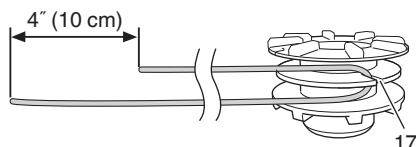

Fig. 22
- (2) Après avoir retiré le boîtier, extrayez la bobine et jetez le fil restant.
- (3) Pliez le nouveau fil nylon inégalement (environ 10 cm) en deux comme dans l'illustration. Accrochez le bout en U du fil nylon dans la rainure (17) du séparateur central de la bobine. Enroulez les deux moitiés du fil sur la bobine dans le même sens en gardant chaque moitié de son côté du séparateur. (Fig. 22)